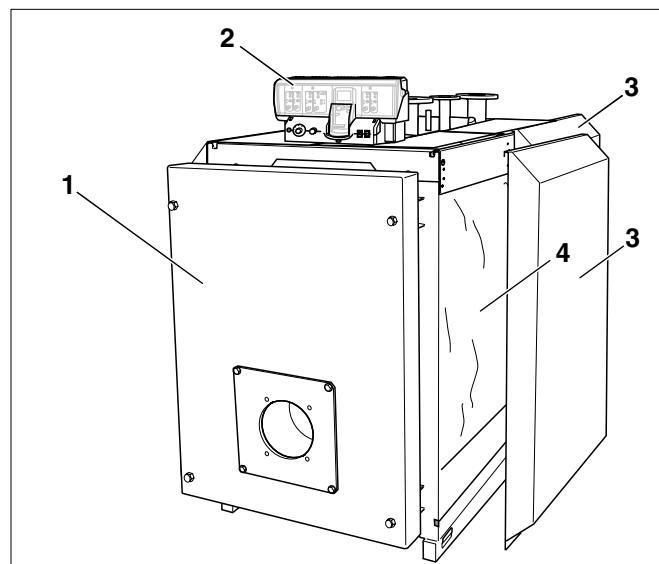

Fig. 1: Cazanul special de încălzire cu motorină/gaz Logano S635/S735
- Blocul cazanului (fig. 1, **poz. 1**).
- Mantaua cazanului (fig. 1, **poz. 3**), izolația termică (fig. 1, **poz. 4**).
- Dispozitivul de reglare (fig. 1, **poz. 2**).